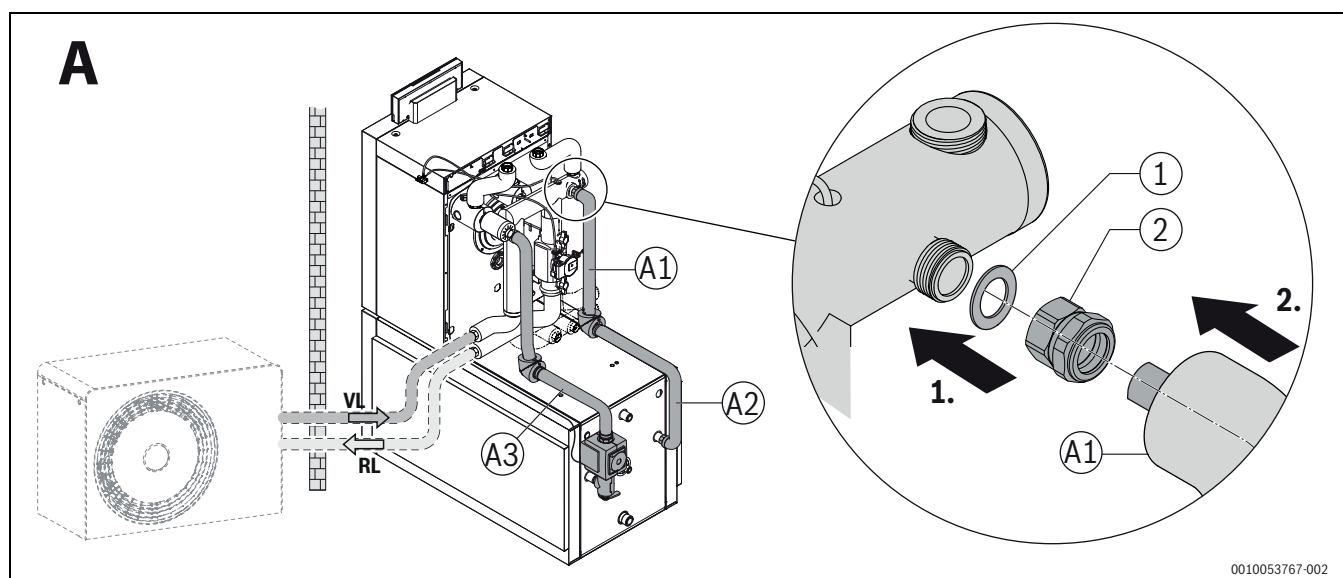

Fig. 12 Montage de la connexion ballon du ballon horizontal, variante A, exemple d'illustration pour taille de chaudière 15 kW
- Raccourcir et monter les tuyaux conformément à la fig. 12.